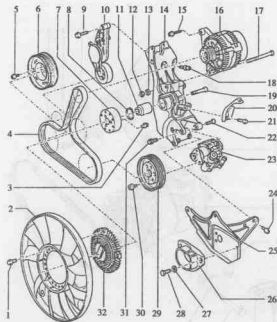

图 1-14 叶片泵、发电机和粘液风扇的多楔皮带传动机构
3. 叶片泵、发电机和粘液风扇的多楔皮带传动机构, 见图 1-14。